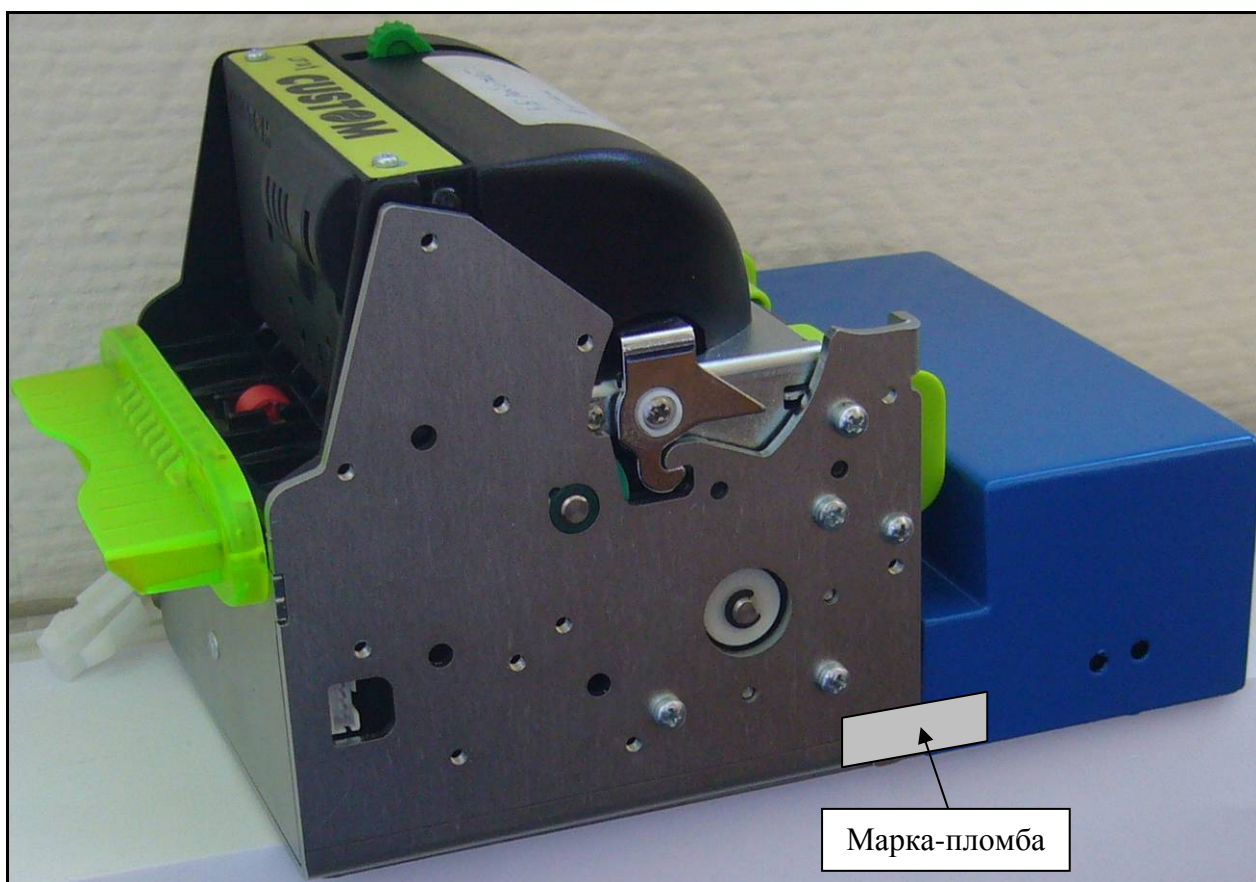

Рисунок 20 – Местоположение марки-пломбы.
5.1. Наклейте марку-пломбу на корпус фискального блока и принтера (см. рис. 20).